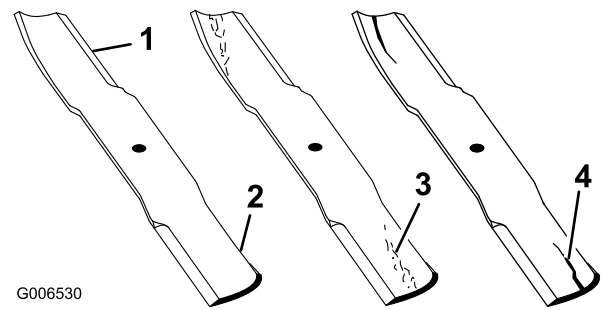

Figura 80
1. Inspeccione los filos de corte (Figura 80). Si los bordes no están afilados o tienen muescas, retire las cuchillas y afílelas. Consulte Afilado de las cuchillas.
2. Inspeccione las cuchillas, especialmente la parte curva (Figura 80). Si observa daños, desgaste o la formación de una ranura en esta zona (Figura 80), instale inmediatamente una cuchilla nueva.